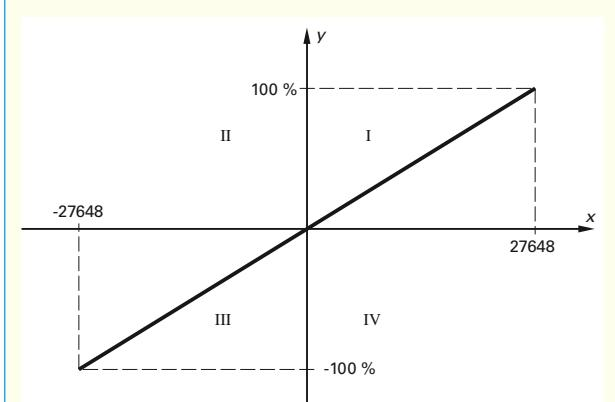

Bild 2: Normierungskennlinie in den Quadranten 1 und 3
Mit dem Funktionsbaustein SCALE soll eine Wechselspannung ausgegeben werden. Die Kennlinie zeigt **Bild 2**.
- b) Ergänzen Sie anhand **Bild 2** und Teilaufgabe a) die **Tabelle 2**.